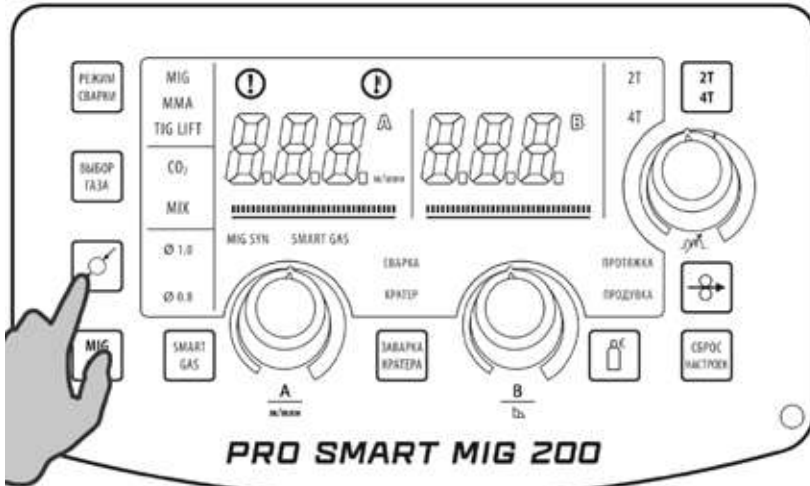

Рис. 8.6.4. Выбор диаметра сварочной проволоки.
4. Выберите диаметр сварочной проволоки (см. рис. 8.6.4) в зависимости от толщины свариваемого металла (см. табл. 7.0.1, поз. 4).